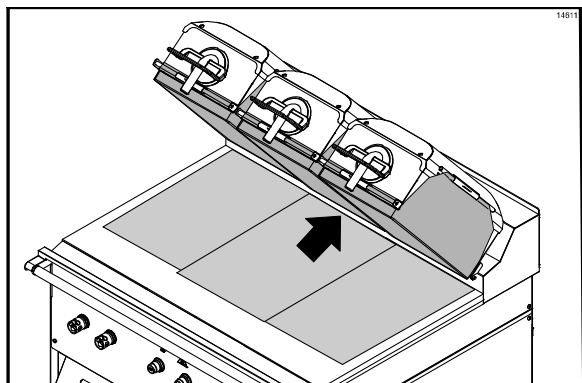

Figura 77
52. Alinhe a borda traseira da terceira folha antiaderente com a proteção contra respingos e parte central do grill. Essa folha irá se sobrepor às outras duas folhas. (Veja a Figura 77.)